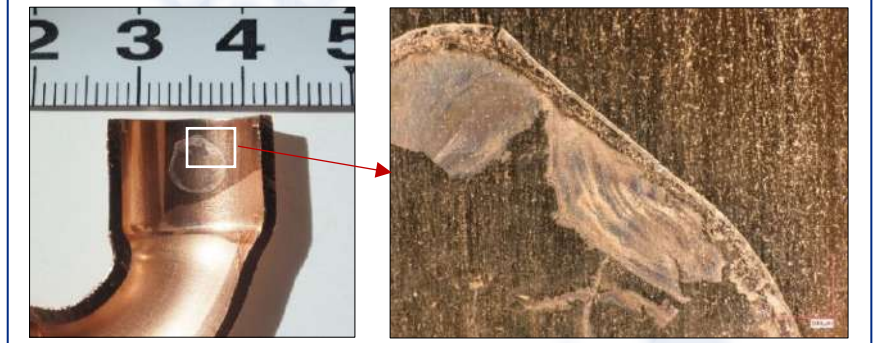

Fig.1 銅パイプ内面の異物
■ 銅パイプ内面に円形状の白色物質が見られます。いかにも水滴が付着して乾固したような状態です。デジタルマイクログラフで一部拡大観察すると、異物の縁の部分には多く堆積し、これに薄皮状のものが貼りついてるように見えます(Fig.1)。この異物について分析を行いました。